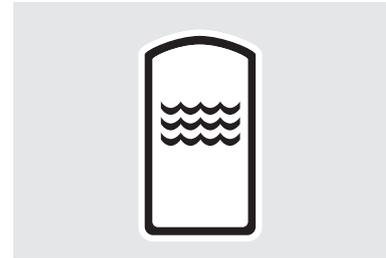
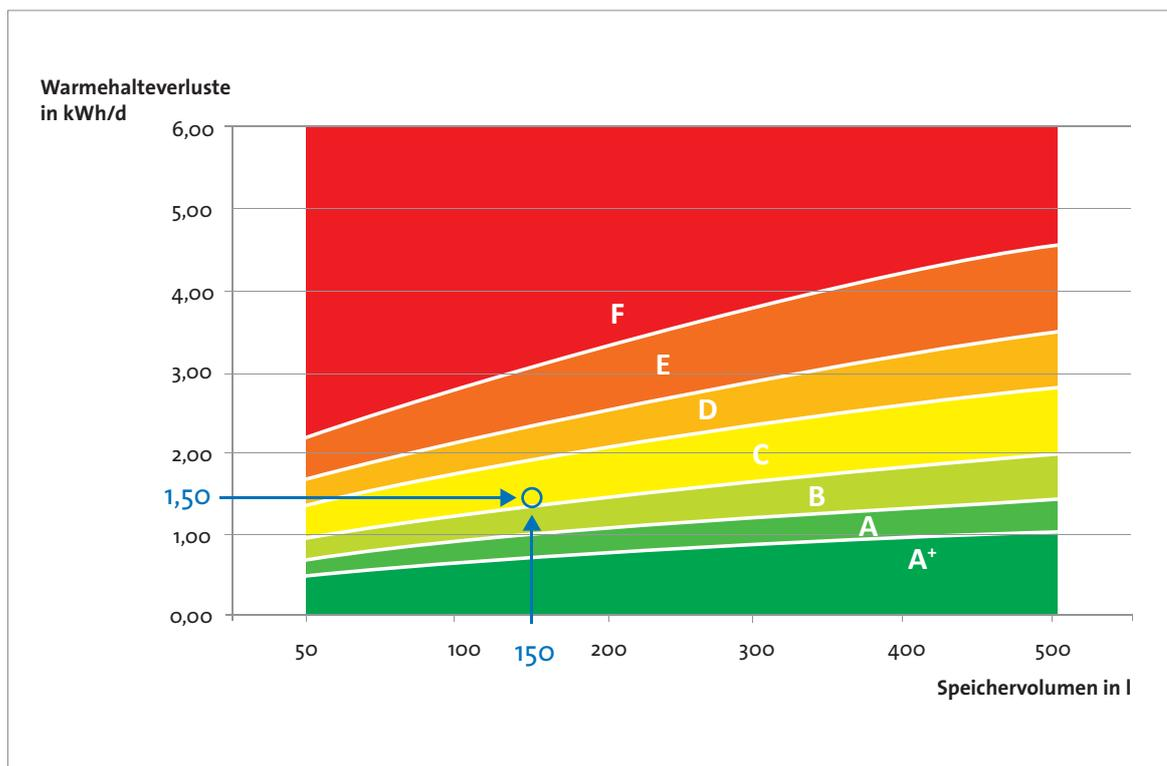

Abb. 12: Symbol für Warmwasserspeicher
Abb. 13: Grafische Darstellung der Energieeffizienzklassen von Warmwasserspeichern
**Warmwasserspeicher** (Symbol siehe Abb. 12) können ebenfalls nur die Energieeffizienzklasse A+ erreichen. Im Energielabel werden neben der Energieeffizienzklasse die Warmhalteverluste des Warmwasserspeichers sowie das Speichervolumen angegeben. Die Einstufung in eine Energieeffizienzklasse ist abhängig vom Speichervolumen (siehe Tabelle 2 und Abb. 13). So erhält beispielsweise ein Warmwasserspeicher mit einem Volumen von 150 l und einem Warmhalteverlust von 1,5 kWh/d die Energieeffizienzklasse C.